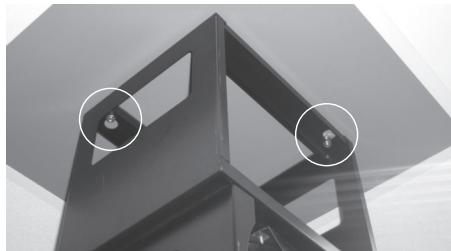

Fig. 1
3. Installez les prises, puis vissez-y deux vis (ne pas serrer complètement). Suspendez le moteur derrière les deux vis déjà posées (fig. 1). Centrez le moteur par rapport à la table de cuisson. Assurez-vous que l'unité moteur au plafond soit alignée par rapport à la table de cuisson.